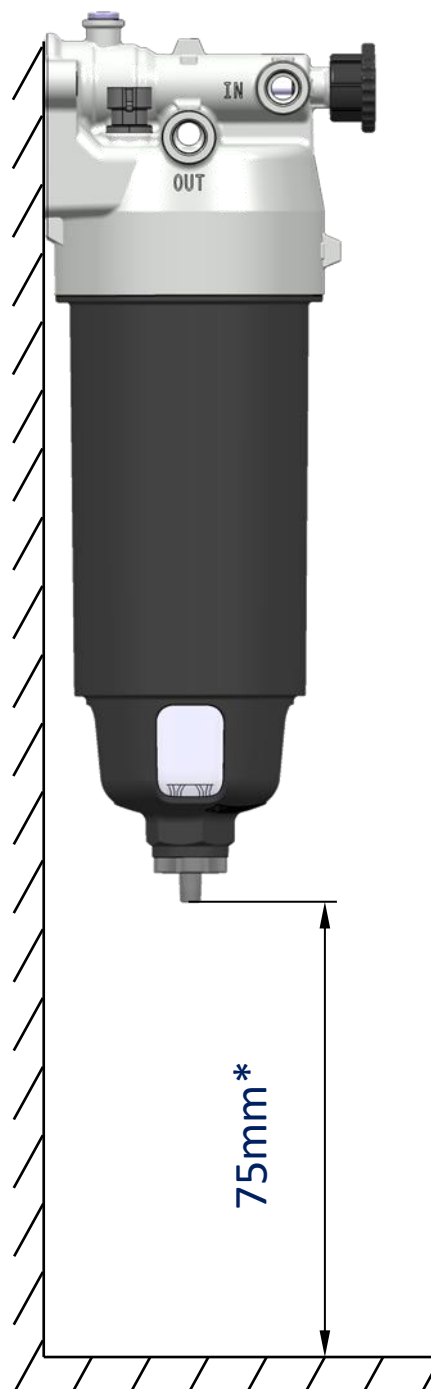

Abb. 4: Montagefreigang
- Richten Sie den Blue.maxx nach oben weisend vertikal aus (siehe Kapitel 3.4 Technische Daten Kraftstofffilter Abb. 4).